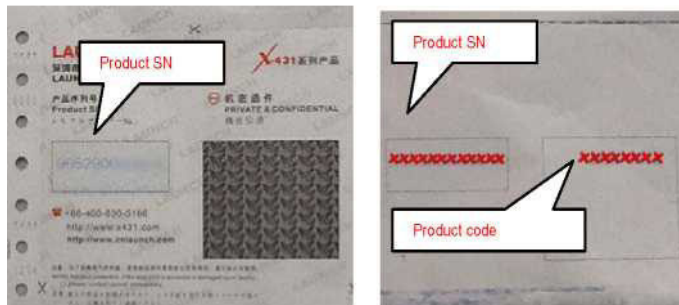

Рис.4.8
**Примечание:** серийный номер диагностического адаптера и регистрационный пароль можно посмотреть в конверте, предоставляемом при покупке. См. рис.4.8.